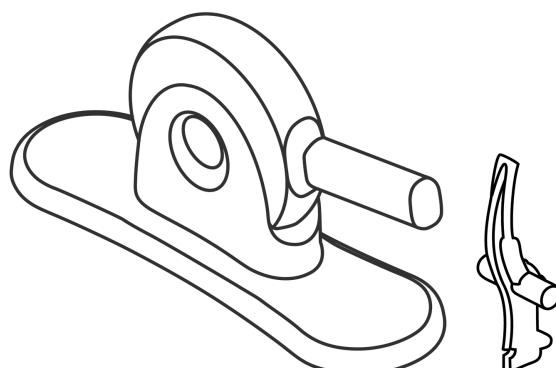

Figura 5: Dispositivo di crimpaggio Edwards e fermo del dispositivo di crimpaggio a 2 parti
- **Dispositivo di crimpaggio Edwards e fermo del dispositivo di crimpaggio (Figura 5)**